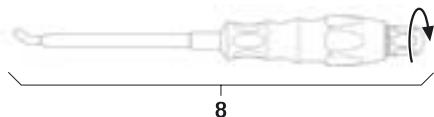

Fig. 8
- Montar o instrumento introdutor de barras **8**, ver Fig. 8.